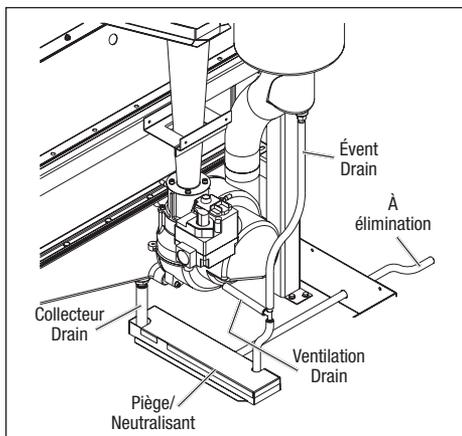

Figure 11. Composants du drainage de condensats.
Le traitement et l'élimination de condensat ne sont pas compliqués, mais ils doivent être faits correctement pour éviter les problèmes et les plaintes. Un assemblage piège/neutralisant est fourni avec l'appareil de chauffage pour simplifier l'installation. Cet assemblage est facilement installé dans la base de l'appareil de chauffage. La figure 11 illustre son installation et l'acheminement des tubes de vidange.
**bas du récupérateur de condensat.** Ensuite, laisser tomber le plateau à condensat dans l'ouverture de la base de l'appareil de chauffage, pliant le tube de 5/8 po afin de pouvoir l'entrer dans le plateau. Réajuster le tube 5/8 de manière à ce que l'extrémité inférieure soit entre 1/4 po et 3/8 po au-dessus du fond du bac. Le bac peut être placé avec le raccord de sortie à la droite comme illustré dans la figure 11 ou avec le raccord à gauche, en fonction du sens requis pour l'élimination des condensats. Raccorder la pièce du tube D.I. 1/2 po au raccord de sortie et l'acheminer hors de l'appareil de chauffage dans le trou sur le côté du panneau de base. Ce tube porte le condensat au drain. Si ce tube d'élimination est acheminé vers la gauche, retirer le bouchon du trou sur le côté gauche du panneau de la base et l'enfoncer dans le trou sur le côté droit.